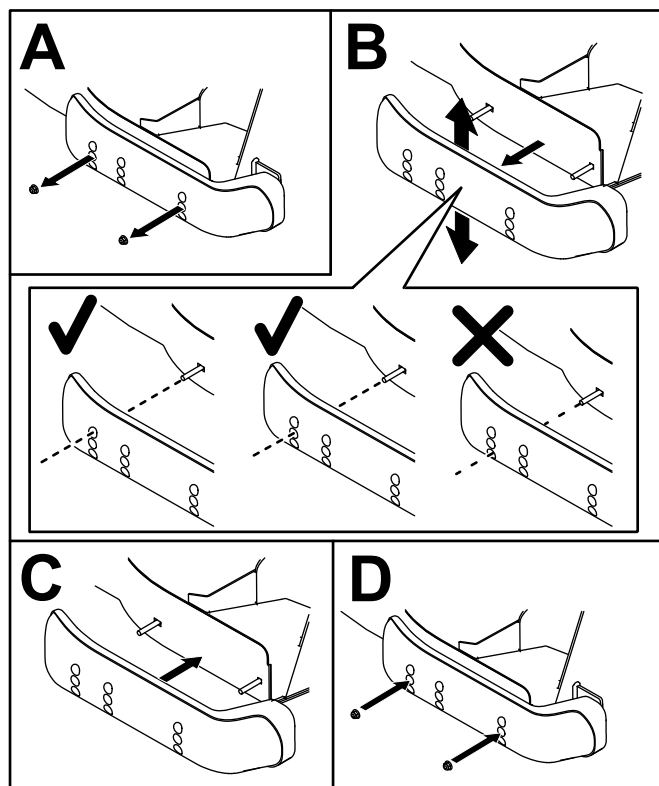

Figura 15
3. Mueva el patín a la posición deseada y fíjelo a la unidad de corte con los pernos con arandela prensada y las tuercas (Figura 15).